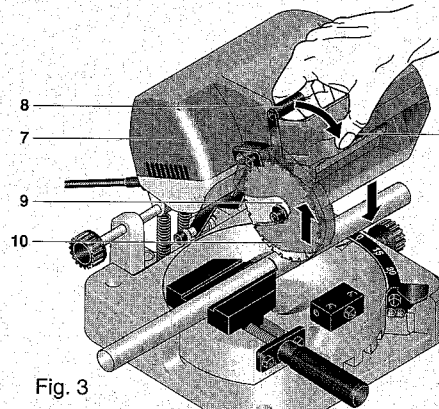

Fig. 3
4. Zum perfekten Ausrichten kann man den Sägekopf 7 des ausgeschalteten (!) Gerätes nach Betätigung des Entriegelungshebels 8 (nach vorne ziehen!) so weit herunterschwenken, dass das Sägeblatt 9 bei selbsttätig weggeschwenktem Sägeblattschutz 10 das Werkstück gerade eben berührt (Siehe auch Fig. 3). So kann man die spätere Länge des Werkstücks besser abschätzen.
6. Siehe nun Fig. 3: Dann nach dem Lösen des Entriegelungshebels 8 und drücken des Ein-Aus-Schalters 12 Sägekopf 7 nach unten schwenken und Werkstück durchtrennen, wie in Fig. 3 gezeigt. Der Sägeblattschutz schwenkt dabei nach oben.
3. Zum perfekten Ausrichten kann man den Sägekopf 7 des ausgeschalteten (!) Gerätes nach Betätigung des Entriegelungshebels 8 (nach vorne ziehen!) so weit herunterschwenken, dass das Sägeblatt 9 bei selbsttätig weggeschwenktem Sägeblattschutz 10 das Werkstück gerade eben berührt (Siehe auch Fig. 3). So kann man die spätere Länge des Werkstücks besser abschätzen. Zur exakten Justierung lässt sich der Sägekopf mittels der Rändelschraube 11 fein hin- und herstellen.
4. Dann nach dem Lösen des Entriegelungshebels 8 und drücken des Ein-Aus-Schalters 12 Sägekopf 7 nach unten schwenken und Werkstück durchtrennen, wie in Fig. 3 gezeigt. Der Sägeblattschutz schwenkt dabei nach oben.